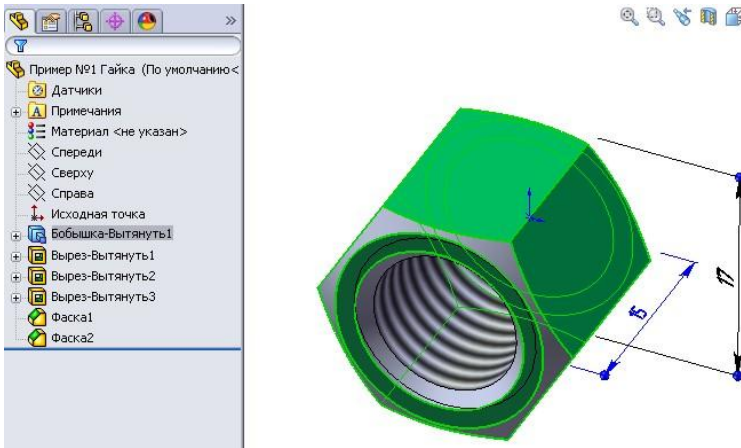

Рисунок 8.15 - Параметры построения гайки
5. Для зміни висоти гайки в новій конфігурації перейдемо в дерево конструювання. Побудова висоти гайки в дереві конструювання описано в елементі «**Бобышка-Вытянуты1**» (рис. 8.15).